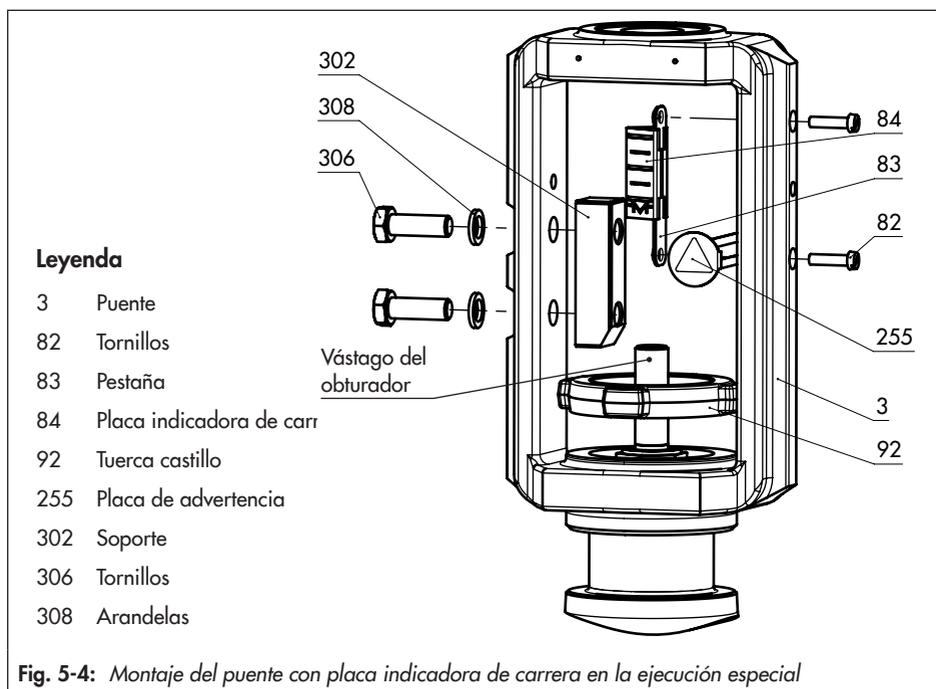
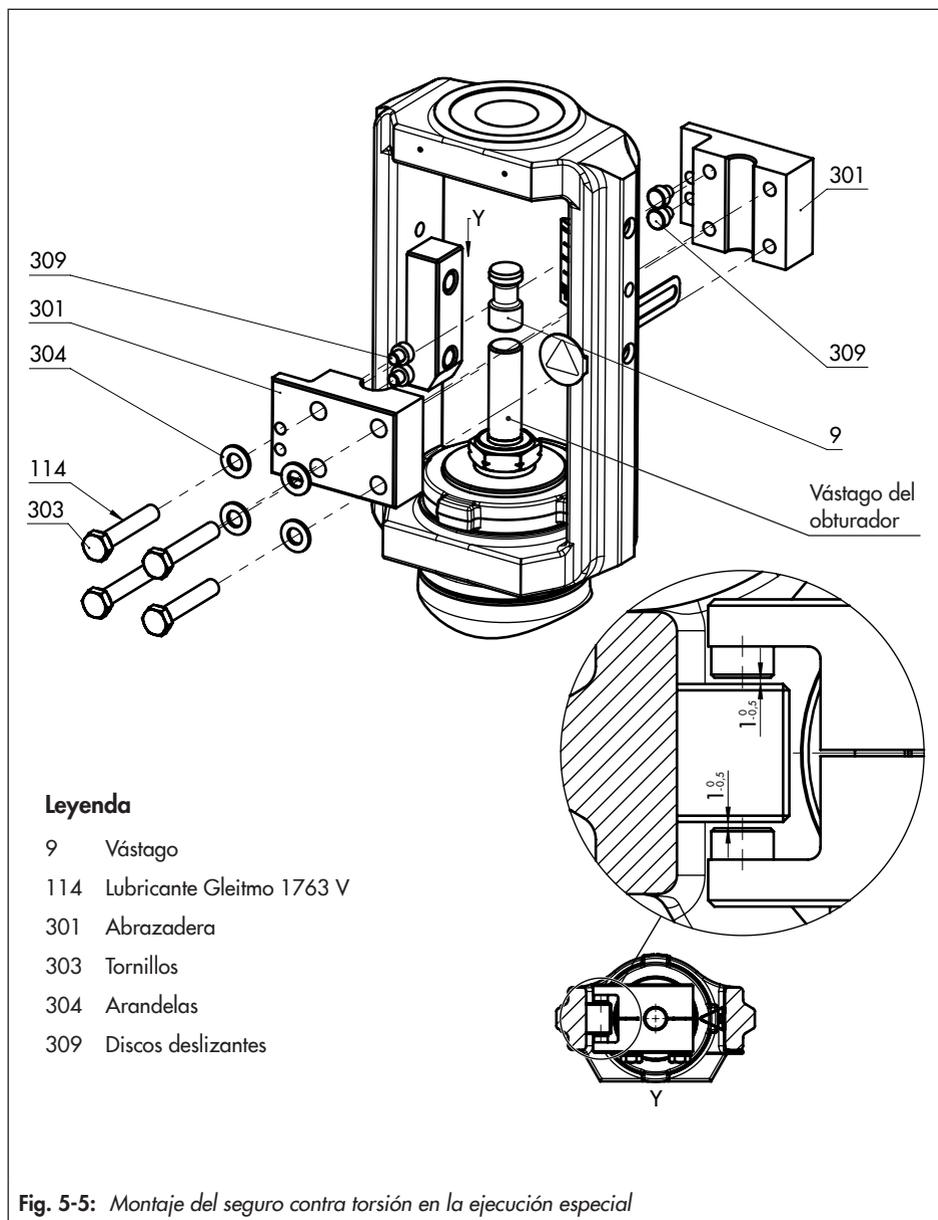

Fig. 5-4: Montaje del puente con placa indicadora de carrera en la ejecución especial
Fig. 5-5: Montaje del seguro contra torsión en la ejecución especial
Ver Fig. 5-4 y Fig. 5-5
- Entre los discos deslizantes y su superficie de apoyo en el puente hay un espacio nominal de entre 0,5 y 1 mm de cada lado (ver vista Y en Fig. 5-5).